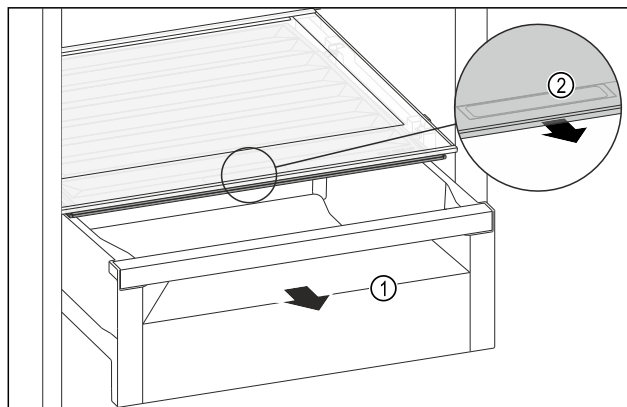

Fig. 108
- ▶ Húzza ki a fiókot Fig. 108 (1).
- ▶ Fogja meg a süllyesztett fogantyút Fig. 108 (2) a rekeszfedélen, és ezzel egy időben húzza előre felé a rekeszfedélet.